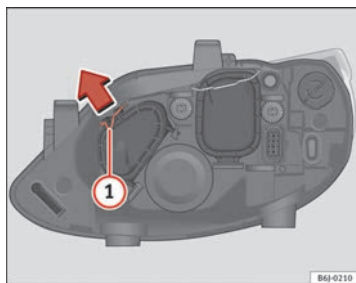

Fig. 159 Abbaglianti
- Far scorrere il tirante ① nel senso della freccia e sfilare la chiusura ⇒ fig. 159.